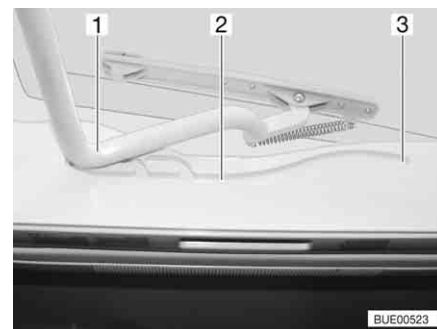

Fig. 64 Lanterneau Heki, glissière
- Tirer l'étrier (Fig. 64,1) dans les glissières (Fig. 64,2) jusqu'à la position la plus reculée (Fig. 64,3).
- Pousser l'étrier (Fig. 64,1) légèrement vers le haut avec les deux mains.
- Tirer l'étrier dans les glissières (Fig. 64,2) jusqu'à la position souhaitée.